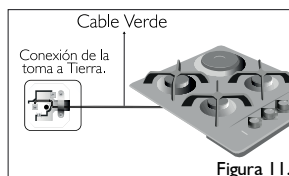

Figura 11.
- Si su producto lo posee, tome el cable verde que sale de la parte posterior del producto y conéctelo al toma a tierra de la instalación (Ver figura 11).